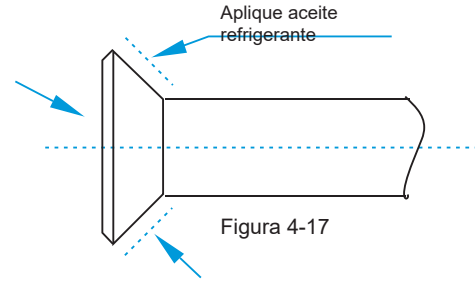

Figura 4-17
- Antes de colocar la tapa del conector, aplique un poco de aceite refrigerante en el mismo (tanto en el interior como en el exterior) y luego gírelo tres o cuatro veces antes de apretar la tapa. Consulte la Figura 4-17.